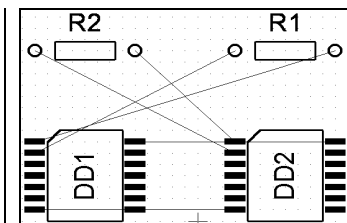

Рис. 44
- переместить R1 в точку 50/45 – R2 в точку 30/45 – DD1 в точку 30/35 – DD2 в точку 50/35 и установить текущим слой TOP – рис. 44.